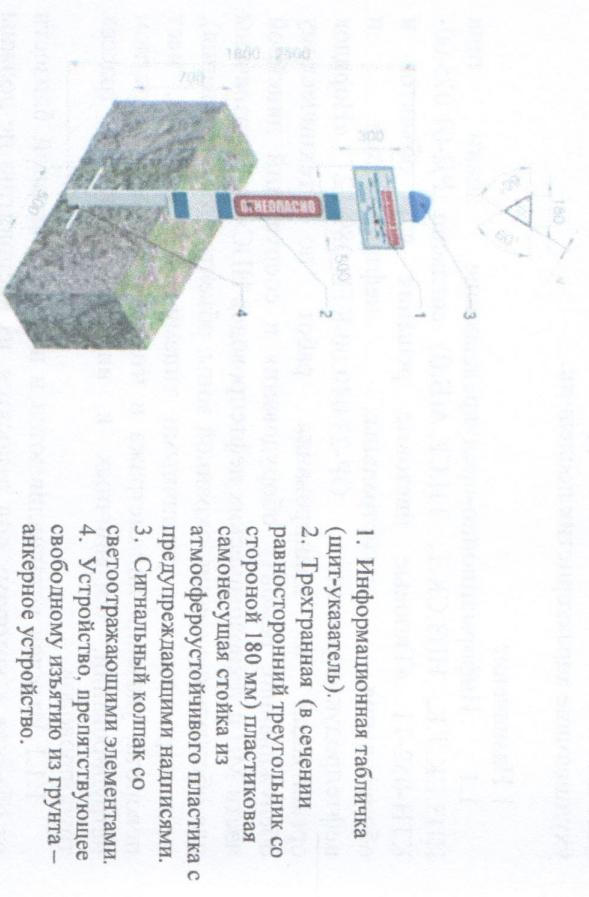

Рисунок 1 – Общий вид и состав ИПЗ.СК.Т.
2.1.1 Информационно-предупреждающие знаки ИПЗ.СК.Т представляют собой пластиковую трехгранную стойку из негорючего атмосфераустойчивого пластика с предупреждающими надписями и информационной табличкой (табличками), рисунок 1.